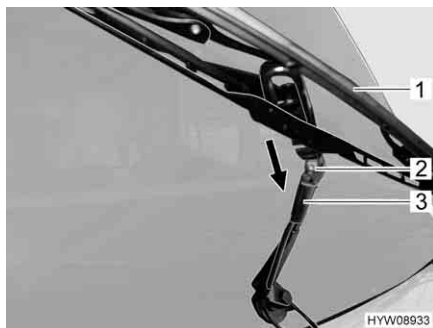

Fig. 227 Sostituzione delle spazzole del tergicristallo
- Sollevare il braccio del tergicristallo (Fig. 227,3) dal parabrezza e aprirlo fino all'arresto.
- Spingere i morsetti in plastica delle spazzole del tergicristallo (Fig. 227,1) fuori dal supporto piegato presente sul braccio del tergicristallo (freccia).
- Pulire gli ugelli dei tergicristalli (Fig. 227,2).